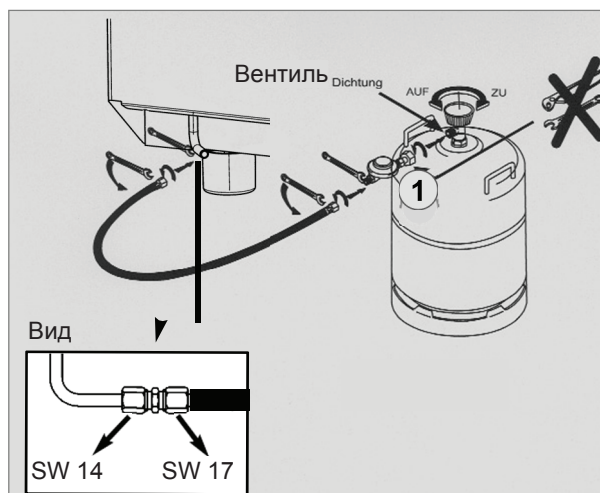

Рис. 3
- На линии подачи устройства должен быть установлен регулятор давления (1), рис. 3, (редуктор) с возможностью фиксированной регулировки. Разрешается эксплуатировать холодильник исключительно с давлением, указанным на заводской табличке.